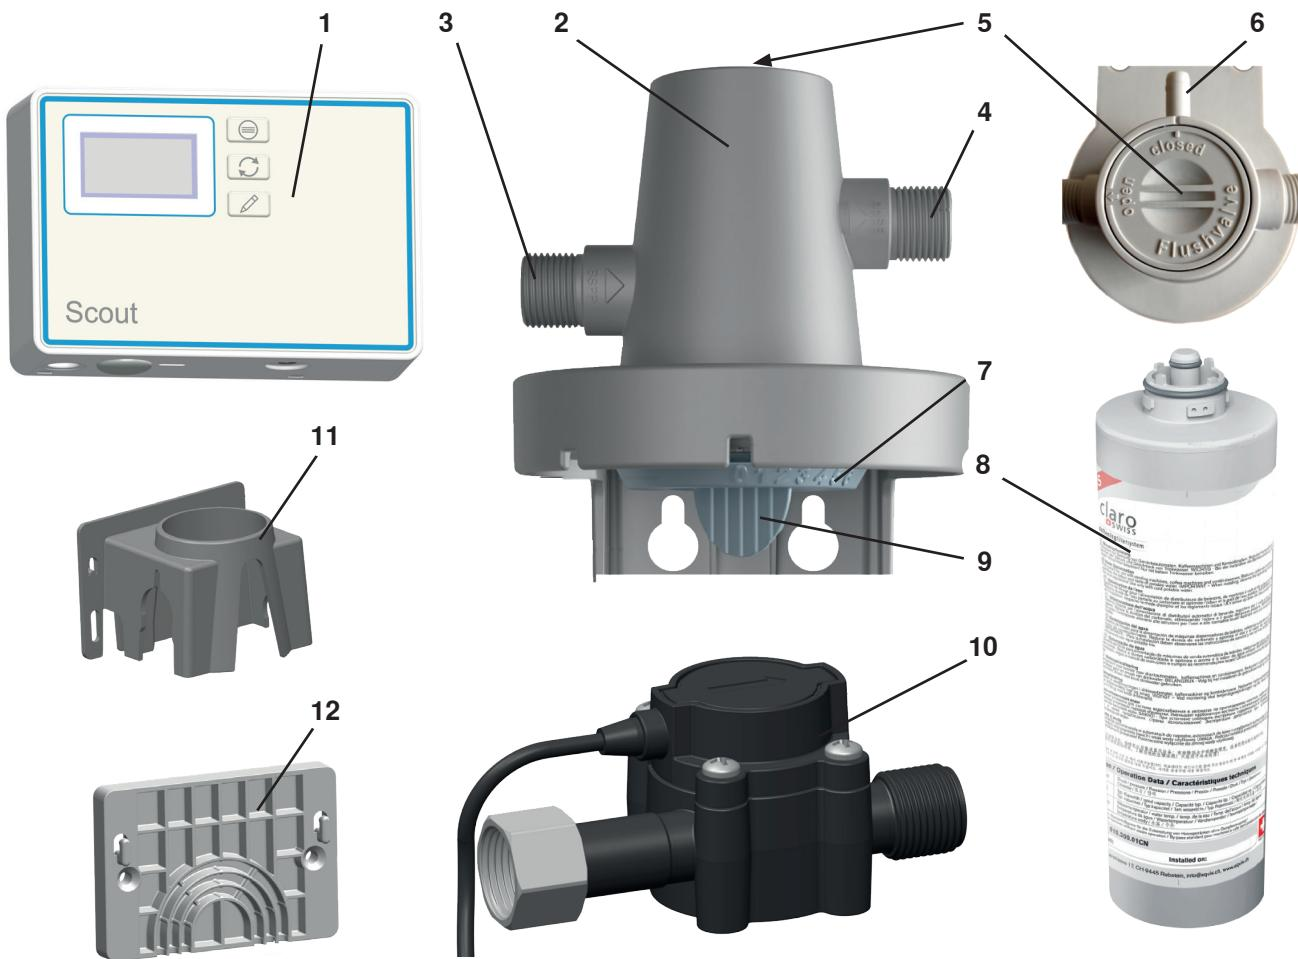

图 1
- 1 POWER steamer蒸汽清洁机水软化系统的流量计（图 1里的1、10、11、12）
- ⇒ 将一个适配器 (3/4" - 3/8") 拧到传感器（图 1 的 10）的连接上，
- ⇒ 将一个适配器 (3/4" - 3/8") 拧到过滤头 (3) 的入口上，
- ⇒ 使用联管螺母将传感器拧到过滤头 (4) 的出口，